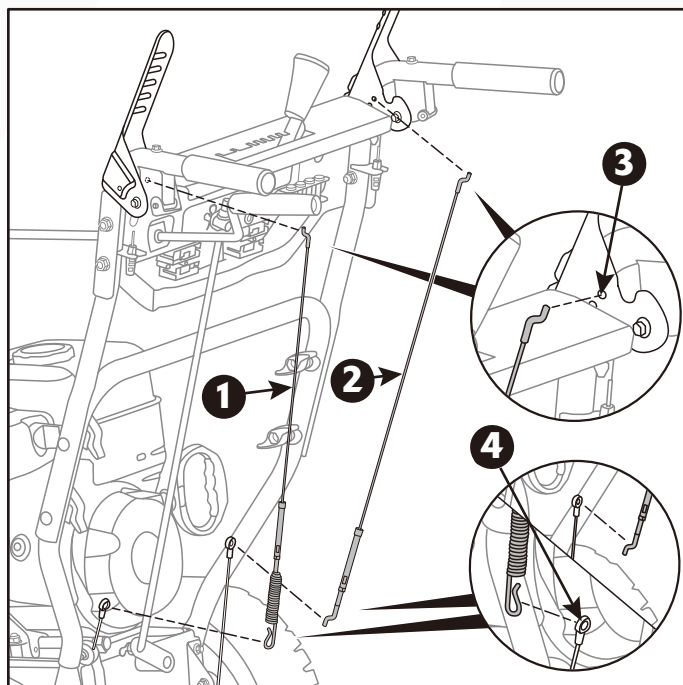

Figura 3A
1. Conecte el extremo inferior del cable de control de la barrena al puerto de conexión del cable. (Figura 3A)
3. Enganche el extremo superior del cable de control de la barrena en el agujero del mango de control de la barrena. (Figura 3A)